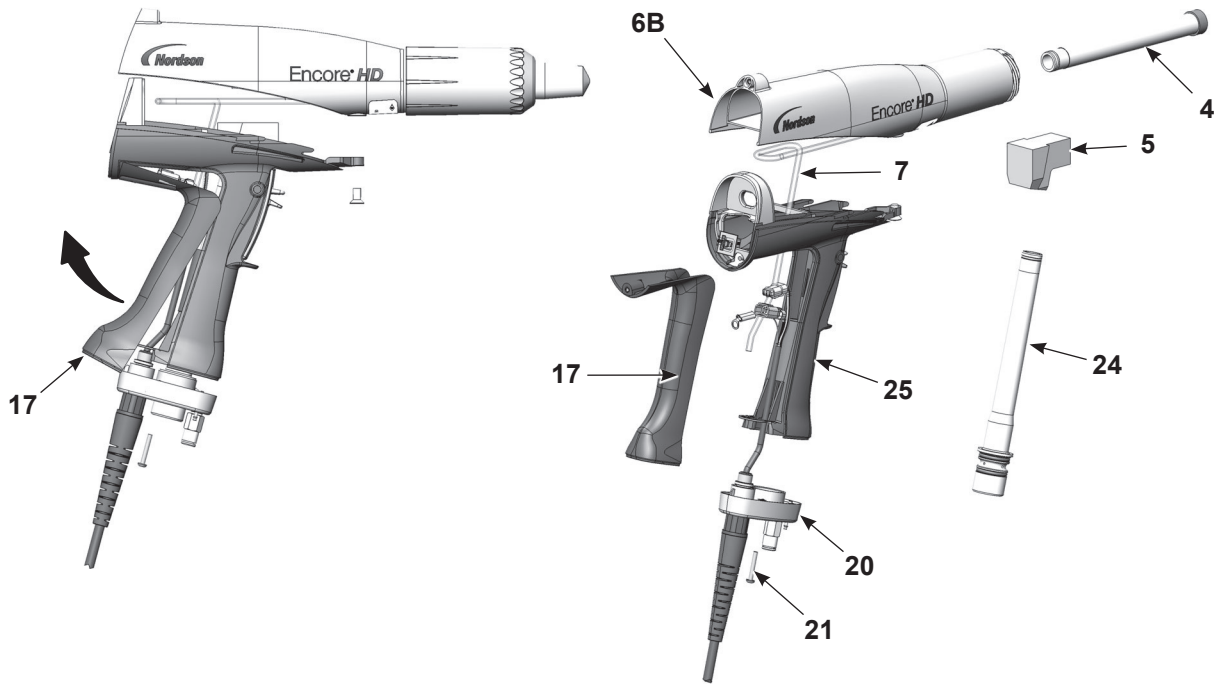

Figura 14 Sustitución de la ruta de polvo
2. Ver la Figura 14. Retirar el codo (5) del tubo de entrada (24).
3. Extraer los dos tornillos M3 x 20 (21) de la base de la empuñadura (20).
4. Separar la base de la empuñadura, doblar hacia arriba la parte inferior del acolchado (17) y fuera de la empuñadura, posteriormente extraerlo. Dejar el cable de tierra conectado al acolchado.
5. Empujar hacia arriba el tubo de entrada (24) y fuera de la base, después desplazar la base fuera de la trayectoria y sacar el tubo de entrada de la empuñadura.
6. Empujar el tubo de salida (4) fuera de la parte delantera del cuerpo de la pistola (6B).
1. Ver la Figura 14. Instalar el tubo de salida (4) en el cuerpo de la pistola (6B), con el extremo del tubo alineado con el extremo de la pistola.
2. Instalar el tubo de entrada (24) en la empuñadura (25), después instalar el extremo del tubo en la empuñadura (20).
3. Empujar la base de la empuñadura hasta cerca de la empuñadura, después enganchar el extremo superior del acolchado (17) en el cuerpo y girarlo a la empuñadura. Asegurarse de que los cables no estén enganchados ni queden atrapados durante el montaje.
4. Instalar la base en la empuñadura y en el acolchado, y fijarla con los dos tornillos M3 x 20 (21).
5. Instalar el codo (5) en el tubo de entrada, con el extremo orientado hacia la parte frontal de la pistola, tal y como se indica.